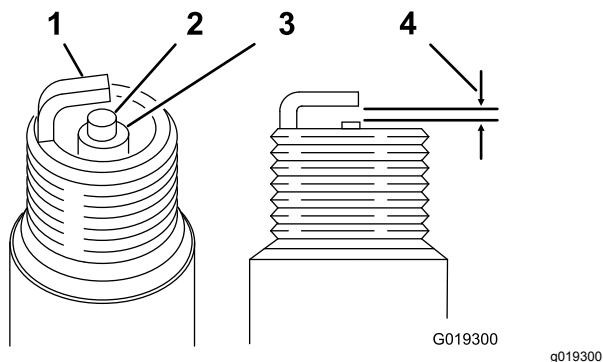

图44
5. 对于每个火花塞将中心电极与侧电极之间的空隙设置为 0.76mm 请参阅 图44。安装每个已设定正确空隙、带密封垫片的火花塞并将火花塞拧紧至 22N·m。